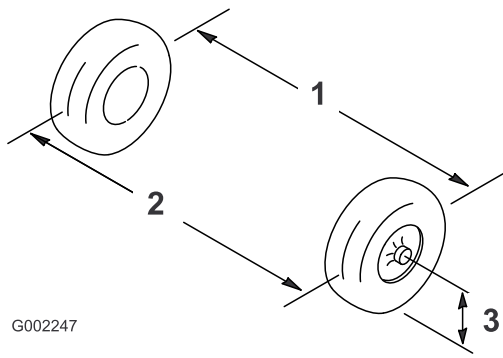

図 51
2. 前輪の前と後ろで、左右のタイヤの中央線間距離を測る; 計測はアクスルの高さで行う (図 51)。